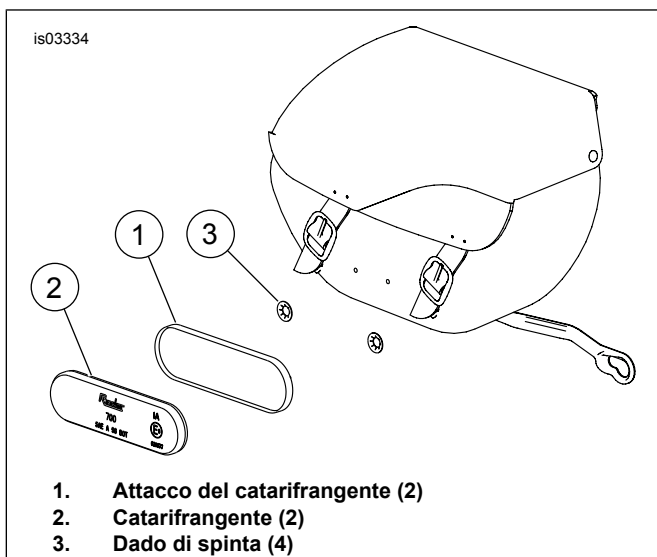

Figura 6. Montaggio dei catarifrangenti
1. Vedere Figura 6. Posizionare l'attacco del catarifrangente (1) al centro della borsa portapacchi.